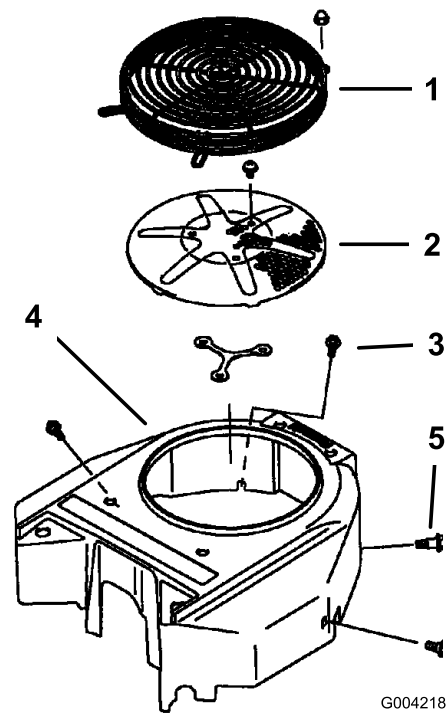

Bild 62
3. Entfernen Sie das das Luftansauggitter und das Lüftergehäuse (Bild 62).
5. Montieren Sie das Luftansauggitter, den Rücklaufstarter und das Lüftergehäuse (Bild 62).